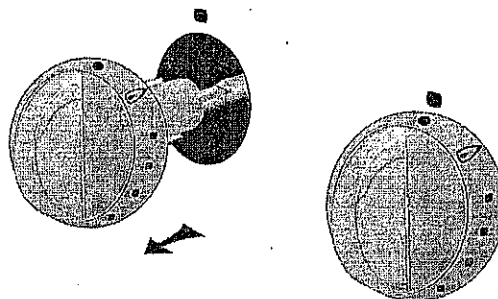

Fig.6
8. Retirez tous les boutons de commande (**Fig.6**).